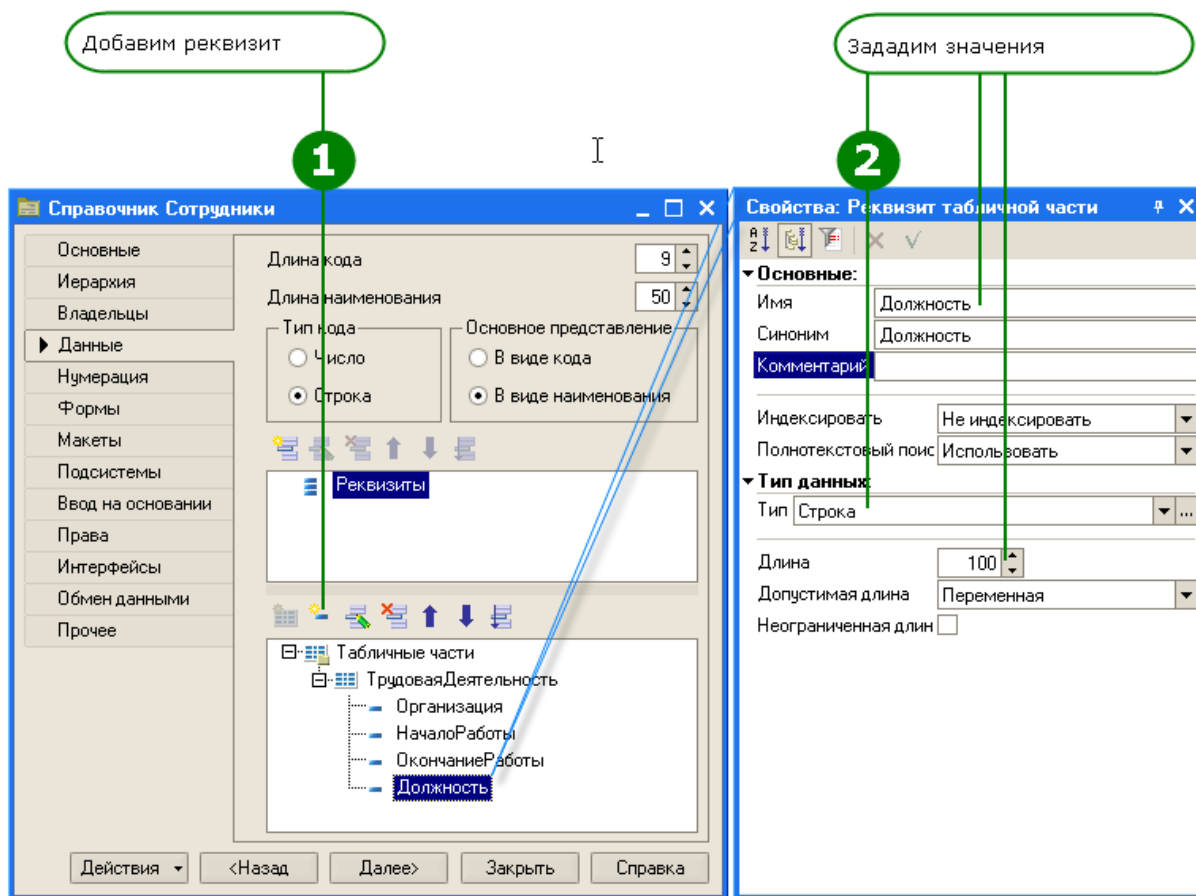

Рис. 14. Создадим реквизиты табличной части справочника...
3. Создайте реквизиты табличной части ТрудоваяДеятельность (рис. 14):